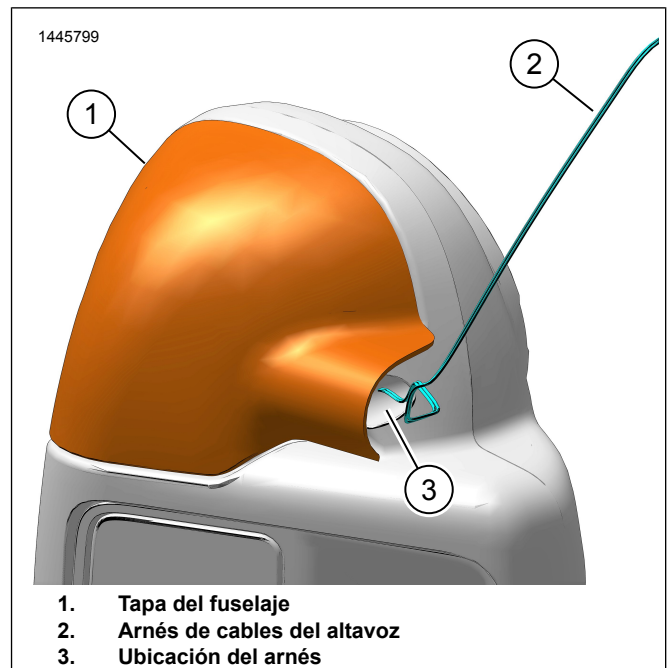

Figura 13. Ubicación del arnés de cables
3. Consulte la Figura 13. Instale la tapa del fuselaje inferior (2).